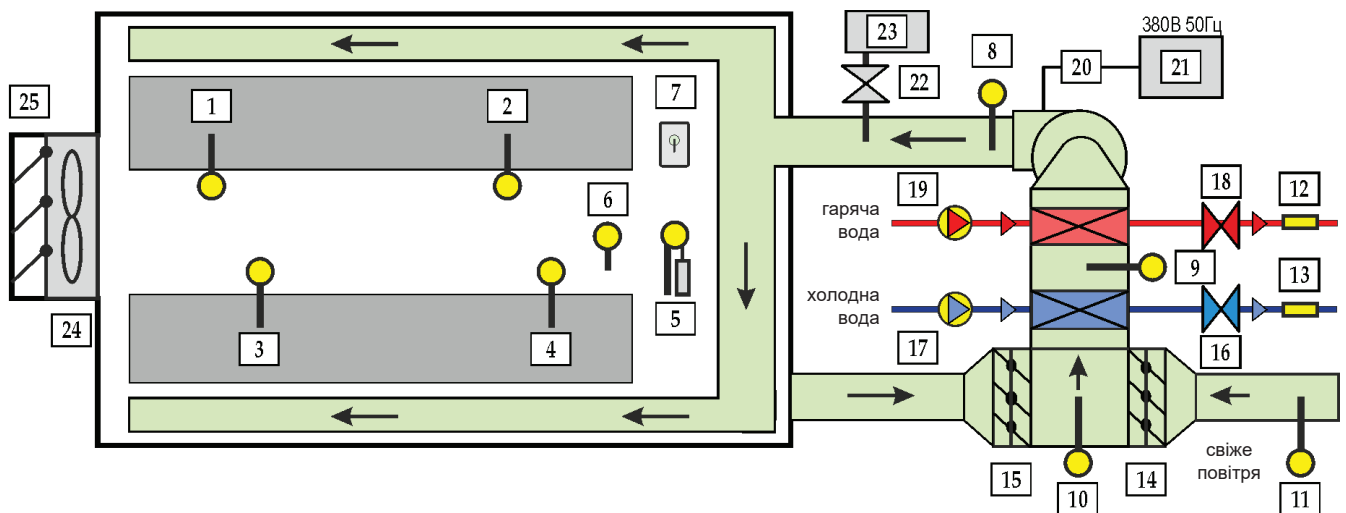

Рис.1.1 – Технологічна схема камери вирощування.
1.2 Технологічна схема камери вирощування наведена у рис. 1.1.